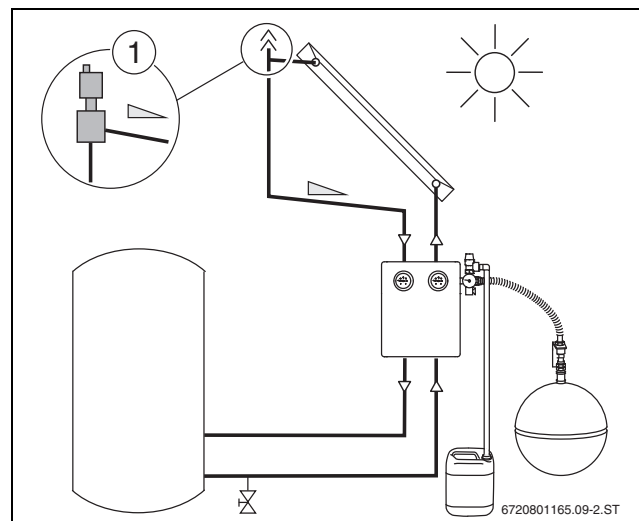

Fig. 8 Posição do purgador automático
- ▶ No campo de colectores, formar uma "bolsa de condução" com o tubo de avanço e de retorno com mínimo de 1,5 m de altura (→ fig. 8).